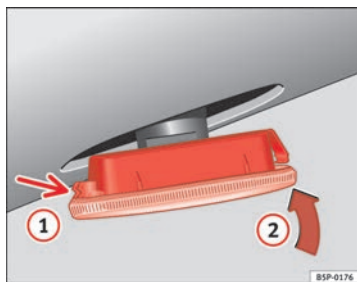

Abb. 196 Seitlicher Blinker
- Setzen Sie die Lampe in Pfeilrichtung ② ⇒ Abb. 196 ein. ■
- Setzen Sie den Blinker zuerst in der Aufnahme der Karosserie ein, wobei die Halterungen richtig einrasten müssen ⇒ Abb. 196, Pfeil ①.